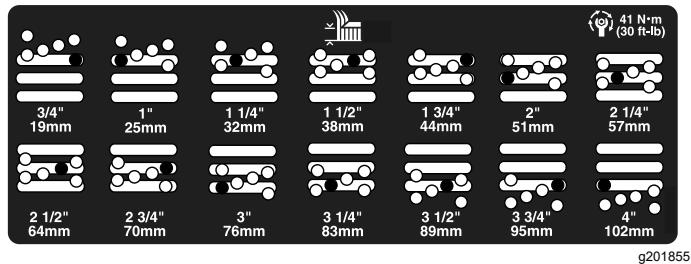

Figura 22
- Mueva la cámara a la altura deseada e instale un espaciador en el orificio y la ranura de altura de corte deseados (Figura 22)